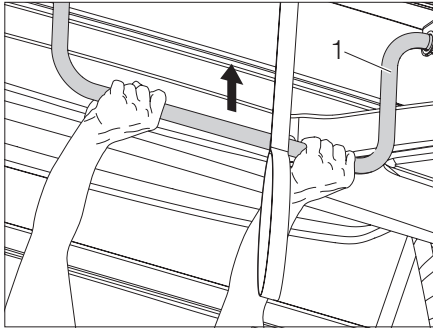

Bild 35 Ställ upp det skjutbara taket
- ▶ Tryck upp det skjutbara taket vid bygeln (Bild 35,1).